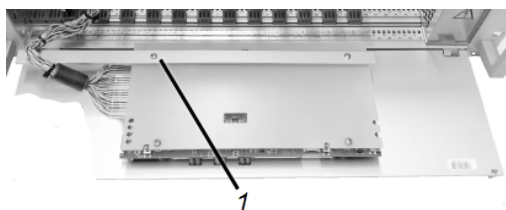

Figura 77
- b. El carril de protección debe fijarse al MDO20 en el panel frontal con 2 tornillos M3x10 (par de apriete 1 Nm), véase Figura 77.